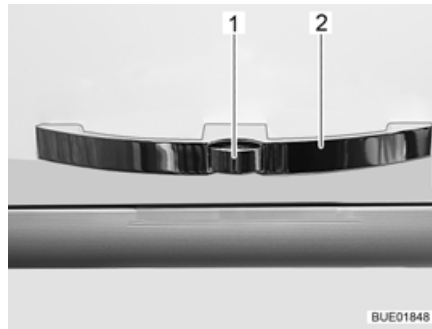

Bild 48 Möbelklappe mit Griff (Beispiel)
- Den Entriegelungsknopf (Bild 48,1) am Griff (Bild 48,2) drücken und gedrückt halten.